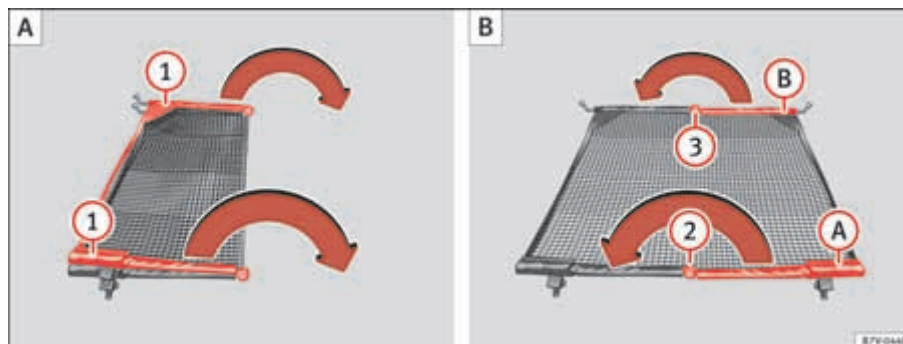
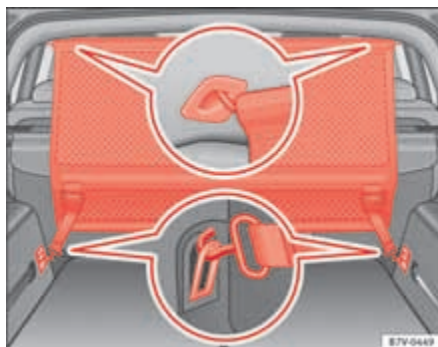

Fig. 99 Desplegar la red de separación ① y plegarla de nuevo ② y ③.
Fig. 100 En el maletero: Montar la red de separación detrás de la segunda hilera de asientos.
Desplegar totalmente las varillas transversales de la red de separación ⇒ página 159, fig. 99 ① en la dirección de la flecha hasta que se oiga un “clic”.
- Enganche la red de separación en el soporte izquierdo trasero del techo ⇒ fig. 100 ①. Asegúrese para ello de guiar la varilla desde la parte superior hacia abajo.
- Sujete los dos ganchos de la red de separación en las cintas delanteras del maletero ⇒ fig. 100 ② y tense los cinturones.
- Enganche la red de separación en el soporte izquierdo delantero del techo ⇒ fig. 100 ③. Asegúrese para ello de guiar la varilla desde la parte superior hacia abajo.
- Suelte los ganchos de la red de separación de las argollas ⇒ fig. 100 ④.
- Desenganche la red de separación del soporte derecho del techo ⇒ fig. 100 ⑤ o bien fig. 100 ⑥ presionando la varilla.
- Pulse el botón de desbloqueo ⇒ página 159, fig. 99 ⑦ y pliegue la varilla fig. 100 ⑧ en la dirección de la flecha con el botón de desbloqueo pulsado.
- Pulse el botón de desbloqueo ⇒ página 159, fig. 99 ⑨ y pliegue la varilla fig. 100 ⑩ en la dirección de la flecha con el botón de desbloqueo pulsado.